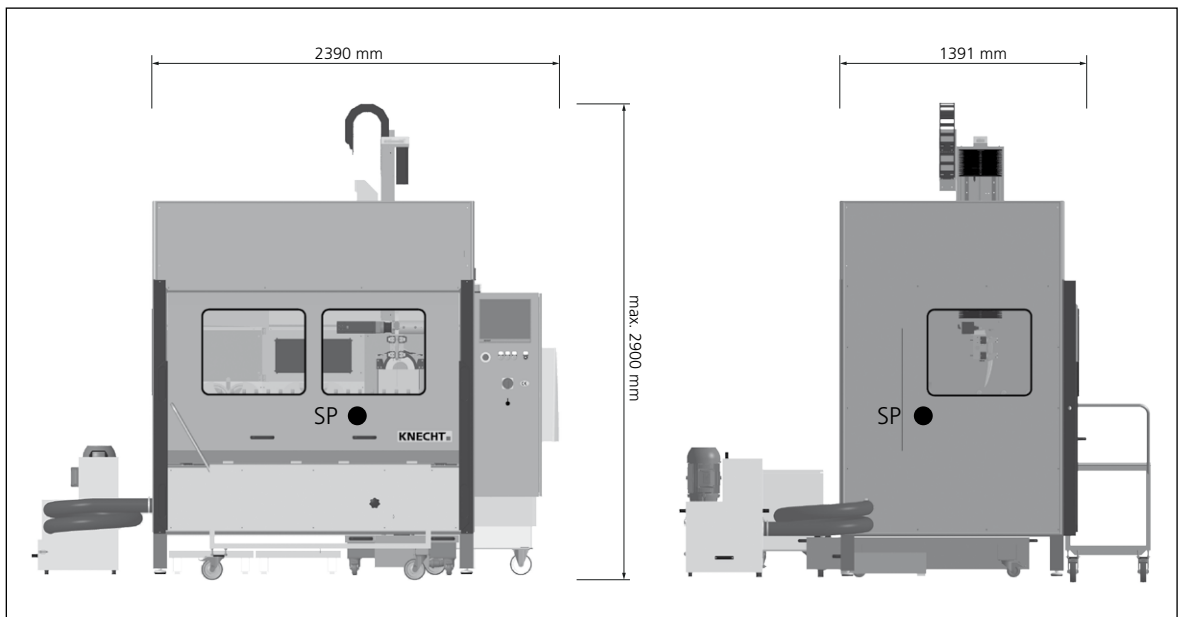

Bild 3-1 Abmessungen in mm
Beim Transport ist auf den Schwerpunkt der Maschine zu achten. In Bild 3-1 wird der Schwerpunkt (SP) angezeigt.